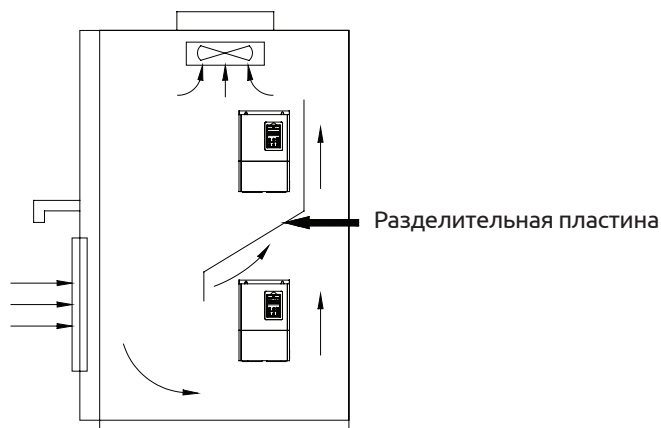

Рис. 3-2 Установка нескольких преобразователей частоты
(3) При установке нескольких преобразователей друг над другом между ними необходимо установить разделительные пластины (см. Рис. 3-2).